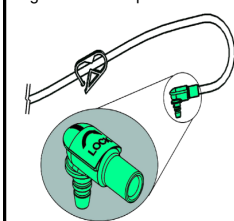

Figure 3: Ballonnet Orifice de gonflage
1. Sgonfiare il palloncino fissando una siringa con punta Luer Slip alla porta di gonfiaggio del palloncino (Fig. 3) per rimuovere l'acqua.
2. Avant de placer le bouton MiniACE[®] gonfler le ballonnet à travers l'orifice du ballonnet (voir Fig 3) à l'aide d'une seringue Luer-Slip avec de l'eau distillée jusqu'au volume de remplissage recommandé. Le volume de remplissage recommandé peut être trouvé sur le tableau 1 ou imprimé sur l'orifice du ballonnet du dispositif. Retirer la seringue et vérifier l'intégrité du ballonnet en pressant doucement le ballonnet afin de vérifier s'il y a des fuites. Procéder à un examen visuel du ballonnet pour s'assurer de sa symétrie. Vérifier que le dimensionnement est approprié pour la longueur mesurée. Réinsérer la seringue et soutirer l'eau du ballonnet après l'inspection.